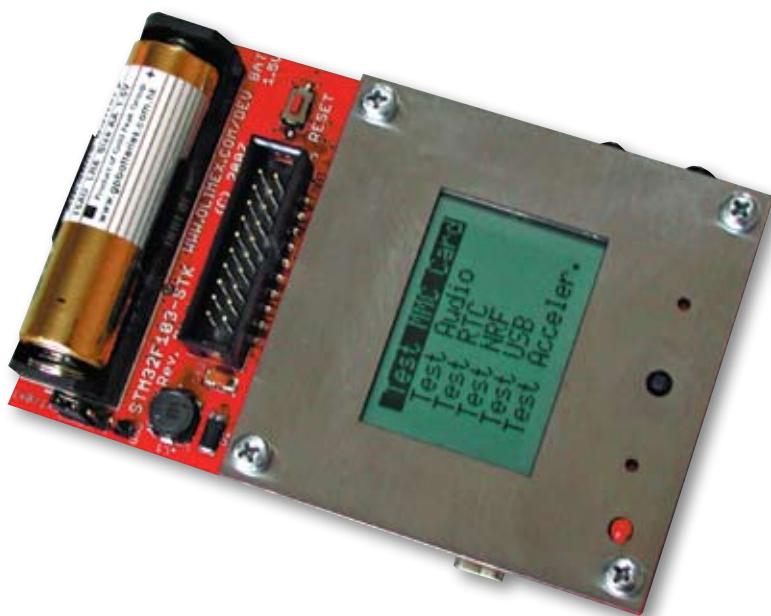

Рис. 3. Отладочный модуль STM32-103STK
**STM32-103STK** — многофункциональный отладочный модуль на базе микроконтроллера STM32F103RBT6, включающий расширенный набор периферийных устройств вне микроконтроллера (рис. 3). Кроме микроконтроллера старшей модели семейства с максимальным набором интерфейсных блоков, на плате установлен ЖКИ-дисплей NOKIA 3310 BV формата 84x48 пикселей, радиointерфейс на базе трансивера Nordic nRF24L01, трехосевой акселерометр LIS3LV02DLLGA16, разъем для карт SD-MMC. Имеется также разъем мини-USB, разъемы аудиовхода и выхода. Через фирменный разъем UEXT можно подключать дополнительные периферийные устройства компании OLIMEX.